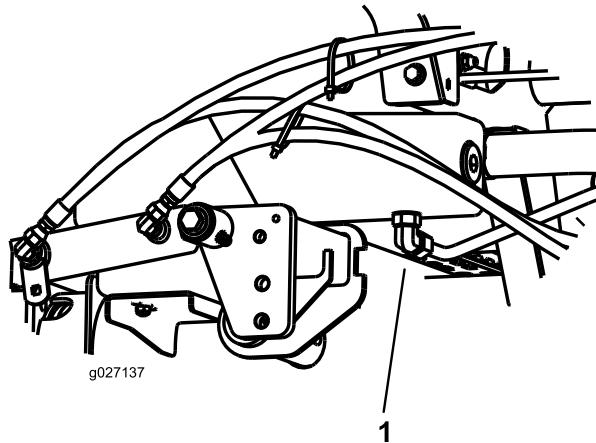

Рисунок 73
3. Установите большой сливной поддон под штуцер, расположенный в нижней части бака с гидравлической жидкостью (Рисунок 73).